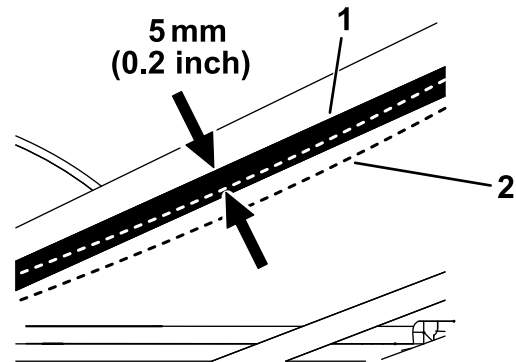

Figura 28
5. Utilizando um medidor de tensão de um cilindro, empurre para baixo a correia para verificar a tensão da seguinte forma (Figura 28):